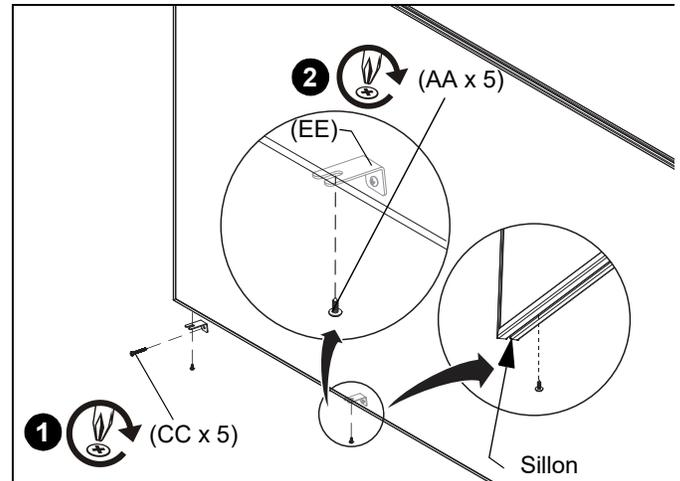

Figure 26
1. Installez les supports d'écran (EE) **au mur** en utilisant :
- **Bois/montant en acier/cloison sèche** : une vis n°8 x 1-1/2 po (CC) à l'arrière de chaque support d'écran. (Voir figure 26)
- **Mur en béton** : une vis n°8 x 1-1/2 po (CC) à l'arrière de chaque support d'écran, avec une cheville à béton 1/4 po (BB) à l'intérieur.
2. Fixez les supports au sillon du bord de l'écran en utilisant une vis autoperceuse n°8 x 1/2 po (AA) par support d'écran (EE). (Voir figure 26)